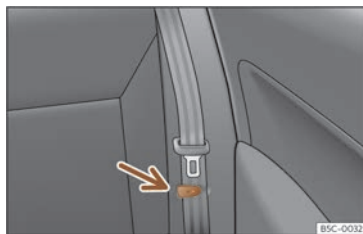

Fig. 97 Bancheta din spate: clema de fixare pe poziție a centurii de siguranță.
- Fixați centurile de siguranță ale scaunelor laterale în clemele din capitonaj >>> **fig. 97**.